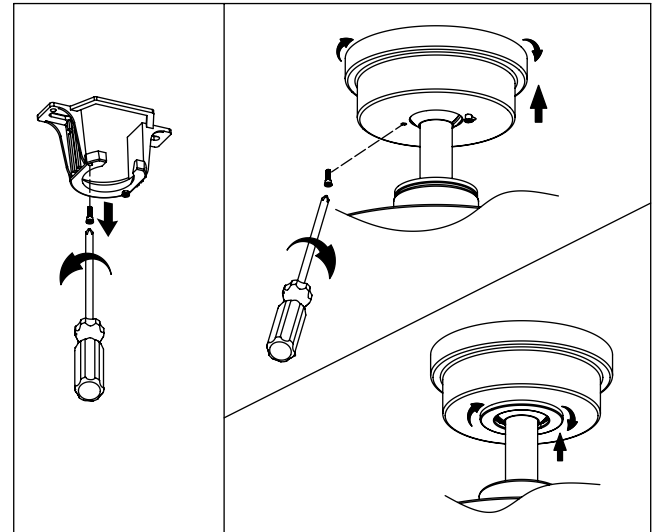

Figura 18
Paso 1. Quite uno de los dos tornillos de resalto en el soporte de montaje. Afloje el segundo tornillo de resalto sin quitarlo por completo. (Figura 18)
Paso 2. Ensamble el dosel girando la ranura de llave en el dosel sobre el tornillo de resalto en el soporte de montaje. Vuelva a instalar el tornillo de resalto que se quitó anteriormente, luego vuelva a apretar dos tornillos de resalto firmemente. (Figura 18)
Paso 3. Fije y apriete firmemente la cubierta del orificio del dosel sobre los tornillos de resalto en el soporte de montaje utilizando la función de bloqueo por giro de la ranura de llave. (Figura 18)